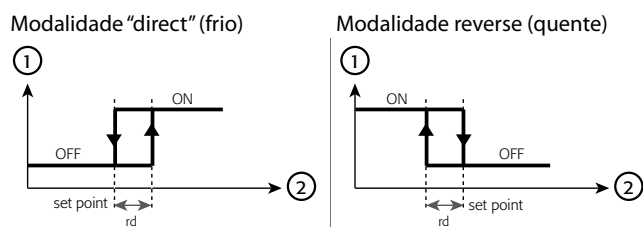

Fig. 4.a
- r3=0: direct com descongelamento. Permite solicitar o acendimento do compressor quando a temperatura medida pela sonda 1 sobe acima do nível de set point. Esta modalidade prevê também o descongelamento (também é chamada "modalidade frio" ver Fig. 4.a)
- r3=1: direct sem descongelamento (Fig. 4.a)
- r3=2: reverse sem descongelamento (Fig. 4.a). Permite solicitar o acendimento do compressor quando a temperatura medida pela sonda 1 desce abaixo do nível de set point. Esta modalidade NÃO prevê o descongelamento (também é chamada "modalidade quente" ver Fig. 4.a).